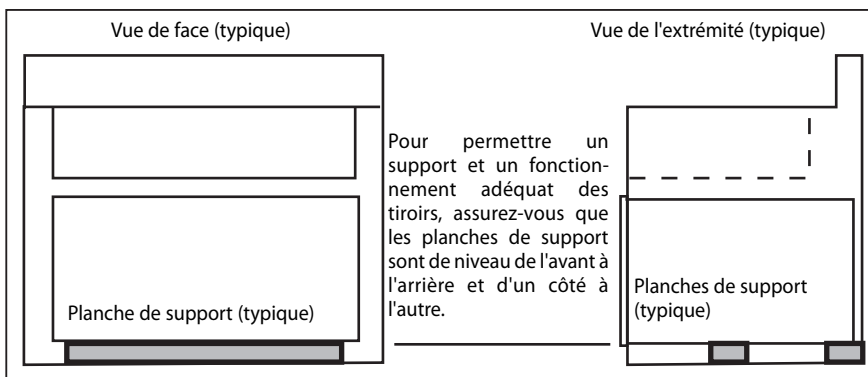

Fig. 6
5. Vérifiez que les bords supérieurs des planches sont au même niveau que le bord inférieur de la découpe. (Fig. 6).